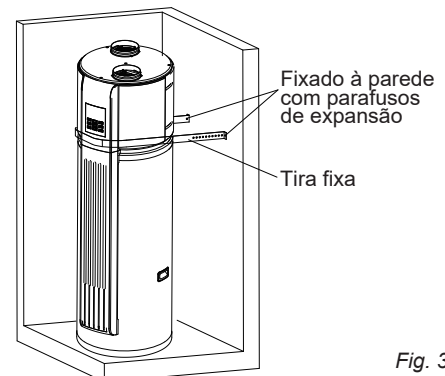

Fig. 3-16
- 7) Para evitar a queda, use a unidade fixa de tira fixa. O método de instalação das tiras de fixação é mostrado na Fig. 3-16, e ambos os lados são fixados na parede usando parafusos de expansão.